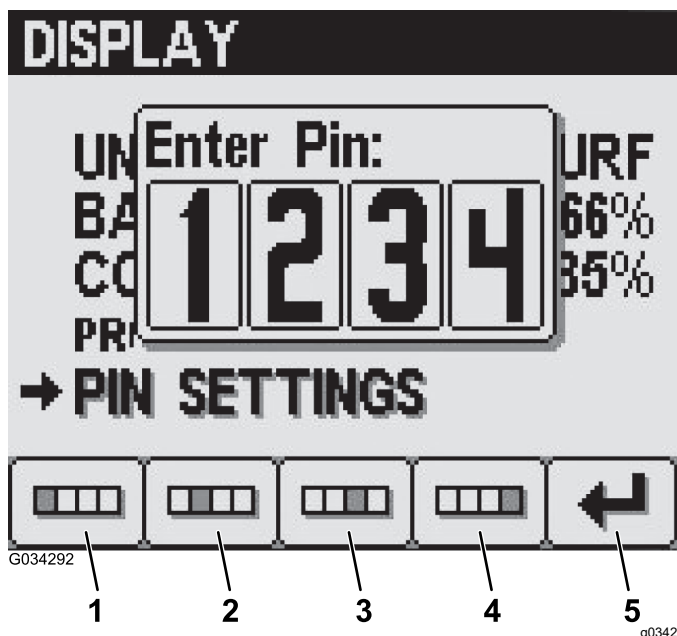

Рисунок 24
3. Нажимайте кнопки с 1 по 4, чтобы ввести ПИН-код. После завершения ввода ПИН-кода нажмите кнопку 5 (Рисунок 24).
4. На экране ввода старого ПИН-кода нажмите кнопки с 1 по 4, чтобы ввести старый ПИН-код, и после завершения его ввода нажмите кнопку 5 (Рисунок 24).